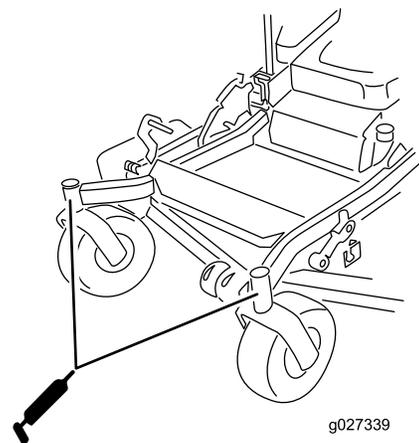

Figura 39
10. Instale el tapón hexagonal y la tapa (Figura 39).